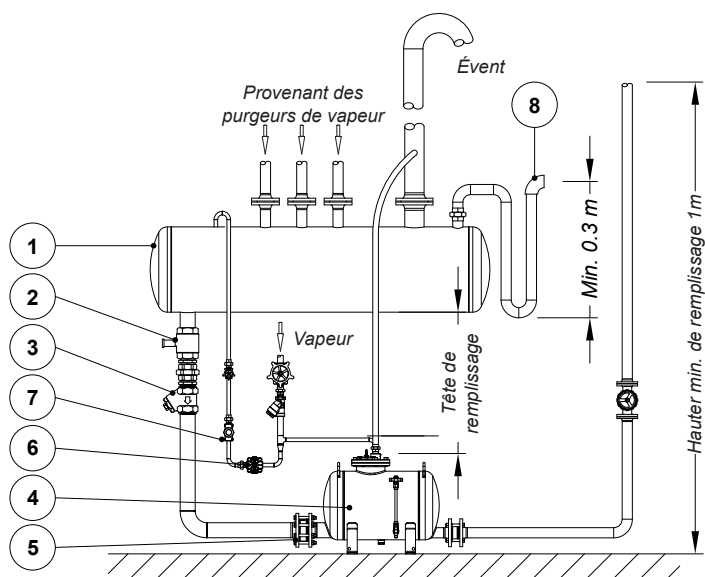

Fig. 1
INSTALLATION: Installation horizontale. Un exemple est présenté à la Fig. 1.
4. Hauteur de remplissage disponible (voir Fig. 1) en mm ou toute autre dimension permettant sa détermination.